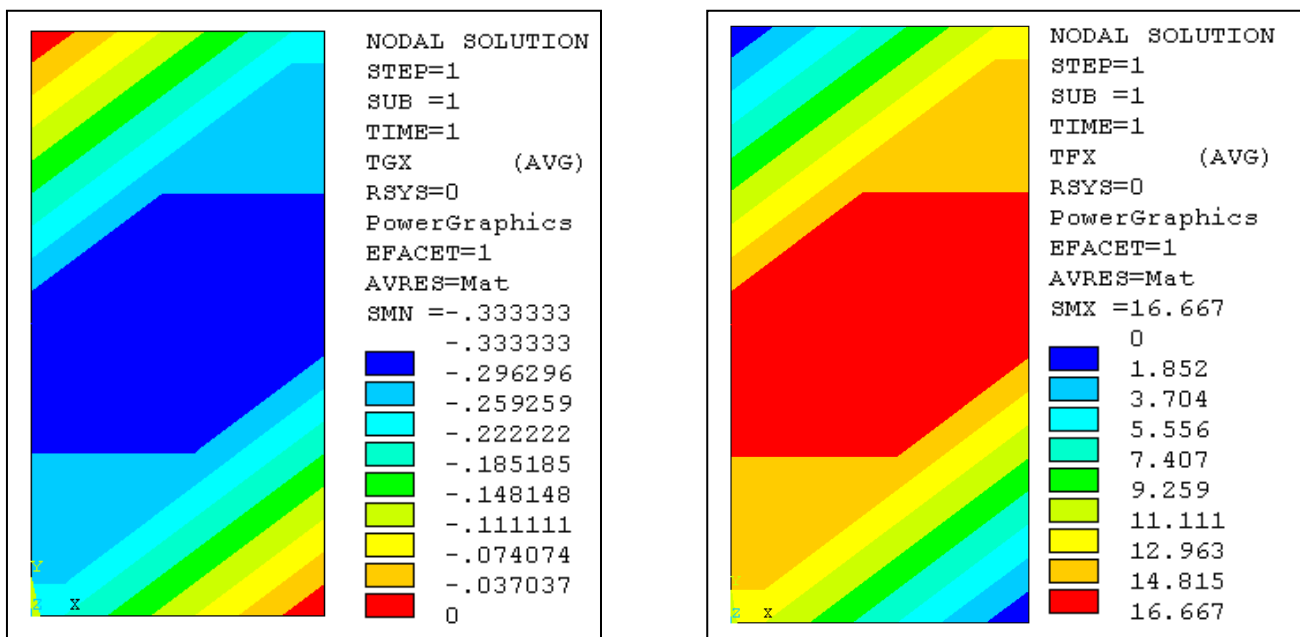

Figure 1 – Résultats de calcul éléments finis
- 3) Les résultats présentés sur la figure 1 ont été obtenus avec ANSYS pour un problème de conduction plan avec un matériau isotrope. En déduire la conductivité qui a été utilisée pour les calculs. Justifier votre réponse.